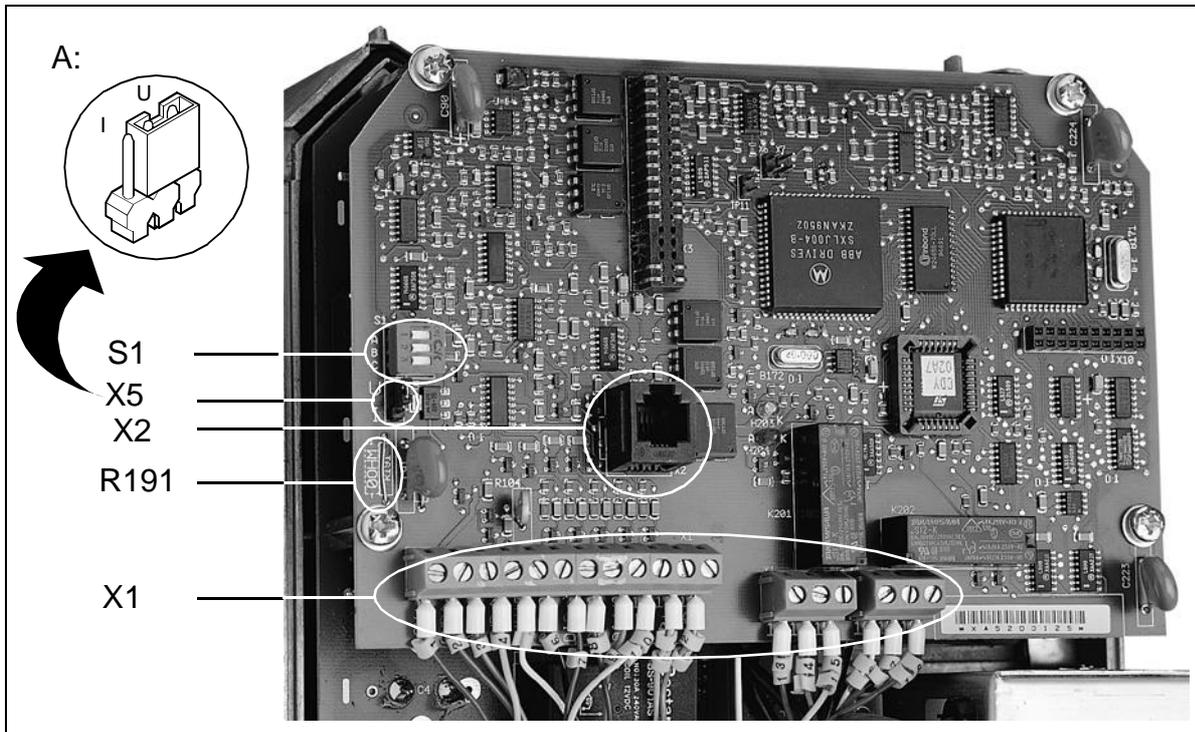

Figura 4-1 Placa de Controle.
O sinal analógico de entrada é selecionado com o jumper X5, como mostrado na Figura 4-1, detalhe A:  $I$  = corrente 0(4) a 20 mA e  $U$  = tensão 0(2) a 10 V.
1) Para a seleção da referência tensão/corrente, veja Figura 4-1 "Placa de Controle" página 24.